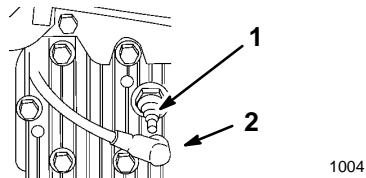

Figure 18
1. Couper le moteur et débrancher la bougie (Fig. 18).
2. Débrancher la bougie (Fig. 18).
3. Débrancher la bougie (Fig. 18).
5. Reconnecter la bougie (Fig. 18).
- C. Si la lame n'est pas usée ni émoussée, redresser la tondeuse et reconnecter le fil de la bougie (Fig. 18).